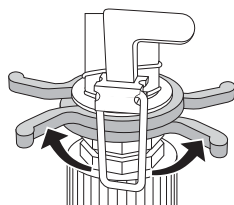

Fig. 6
- ♦ Aumente la distancia entre los dos clips limitadores ④ para aumentar la dispersión del chorro de agua (consulte la fig. 6).